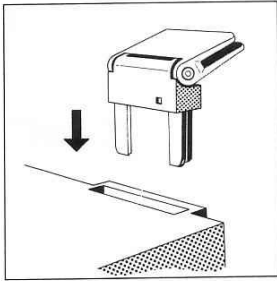

Fig. 1
- Scharniere **2** in die dafür vorgesehenen Aussparungen einstecken (Fig. 1).
- Insert the hinges **2** in the appropriate recesses (fig. 1).